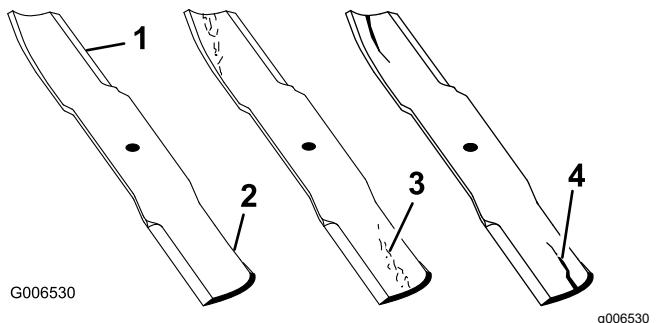

Figura 74
1. Ispécione as extremidades de corte (Figura 74).
4. Se verificar quaisquer fissuras, desgaste, ou a formação de ranhuras nesta área instale imediatamente uma lâmina nova (Figura 74).